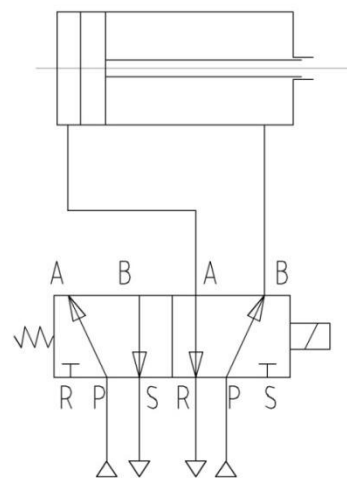

图18
- 工作状态：电磁阀得电，电磁阀P口与B口通，气源由B口进入双作用气动活塞驱动部右侧气室，活塞移动到左侧，A口与R口相通，与R口相通的气动活塞驱动部的左侧气室为排气状态，见图18；